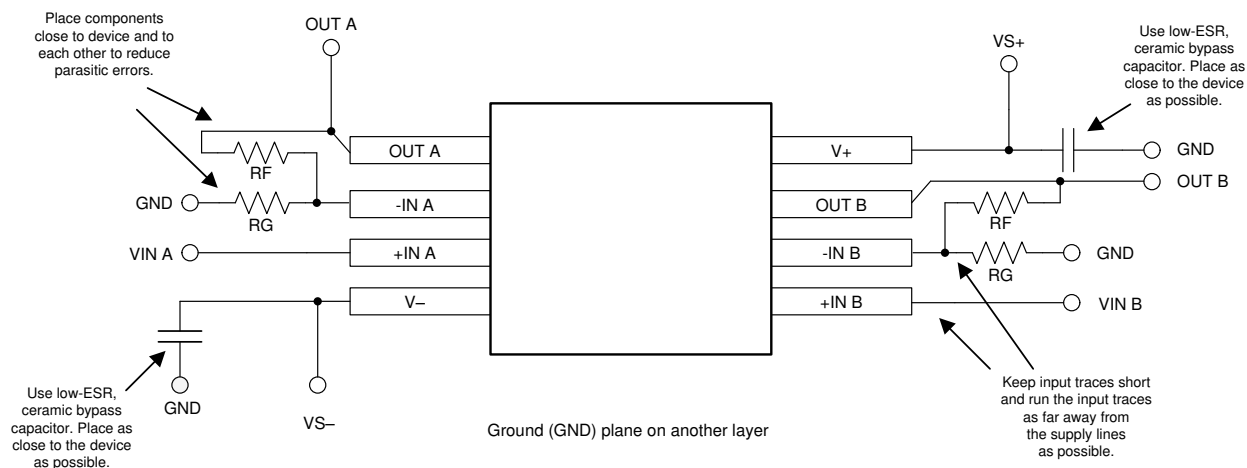

図 9-5. レイアウト例
- 外付け部品は、可能な限りデバイスに近く配置します。図 9-5 に示すように、 R_F と R_G を反転入力に近くに配置すると、反転入力に寄生容量が最小化されます。